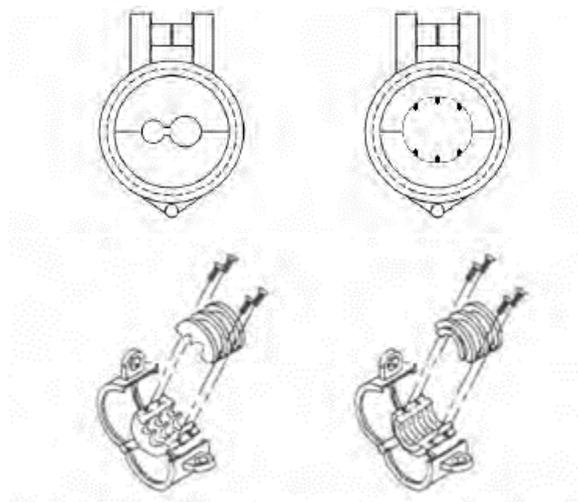

Figura 2-2 Instalación de la abrazadera para cables
4. Luego, instale la abrazadera para cables y asegúrela con los 4 tornillos provistos, como se muestra en la Figura 2-2. Nota: antes de ajustar, deslice la abrazadera hasta la sección del cable deseada. El lugar adecuado depende de la longitud del cable y de la altura de montaje del retractor, por lo que puede ser necesaria una prueba de ajuste para determinar la longitud deseada.